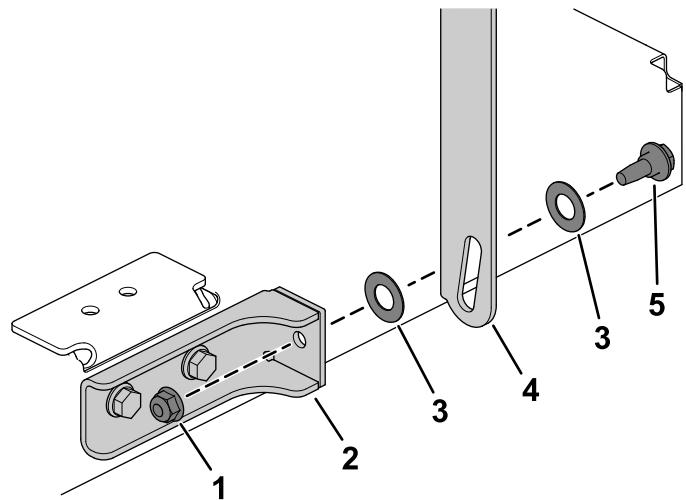

図 9
2. 図9のように、側面用パイプパネルをパネルブラケットに固定するショルダボルト、平ワッシャ5/16"2枚、フランジロックナット5/16"1個を使用し、手締めで取り付ける。